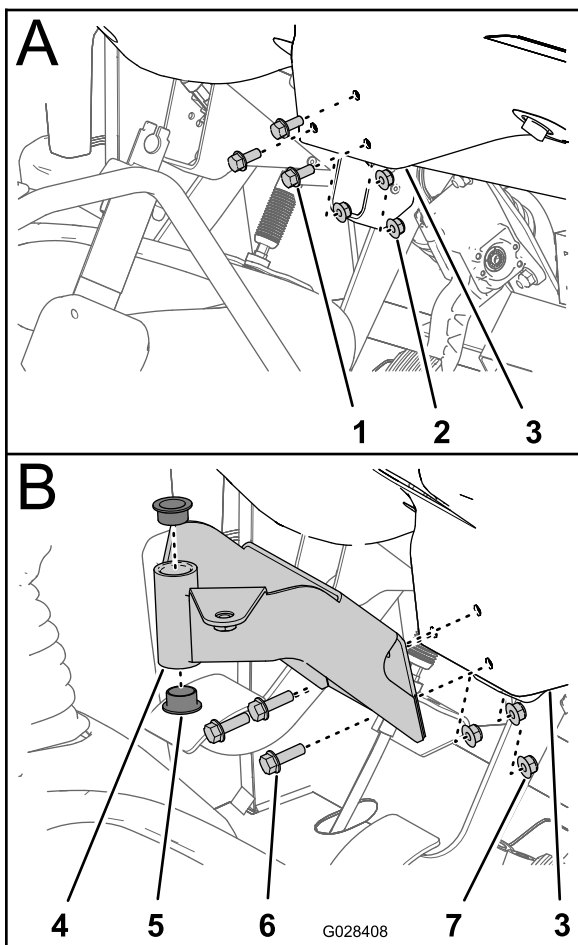

Figura 18
- 1. Retire os três parafusos e as três porcas que prendem a parte central inferior do painel de instrumentos ao suporte de apoio do painel (Figura 18).
2. Alinhe os furos no suporte de montagem da consola de controlo com os furos no tablier e suporte de apoio (**Figura 18**).
4. Aperte os parafusos e porcas com uma força de (**Figura 18**).
5. Insira os dois casquilhos plásticos no suporte de montagem (**Figura 18**).